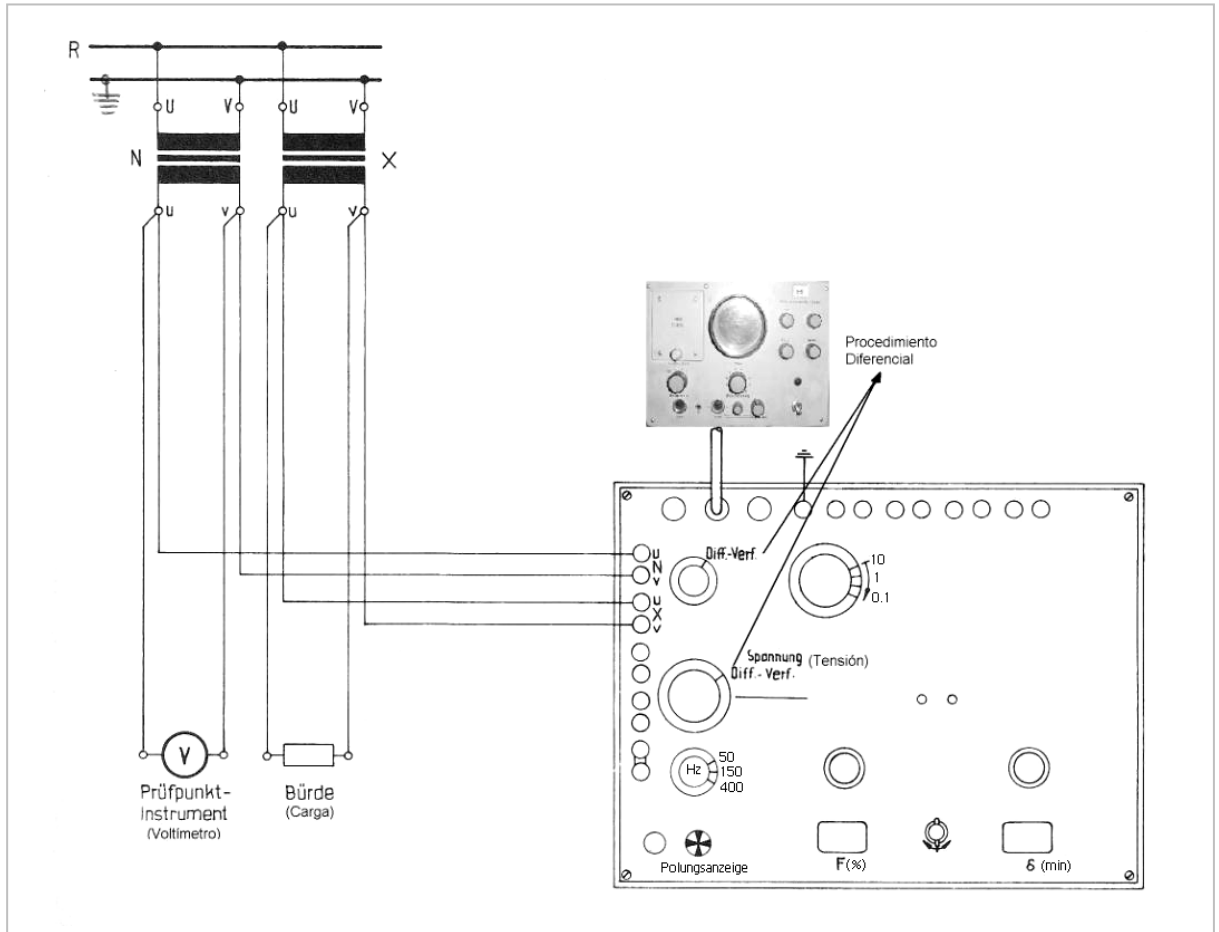

FIGURA 1: Circuito de medición
1. Se monta el circuito de medición de acuerdo con el punto 1.2 (Figura 1), con ambos transformadores en igual relación y con la fuente de tensión primaria correspondiente.